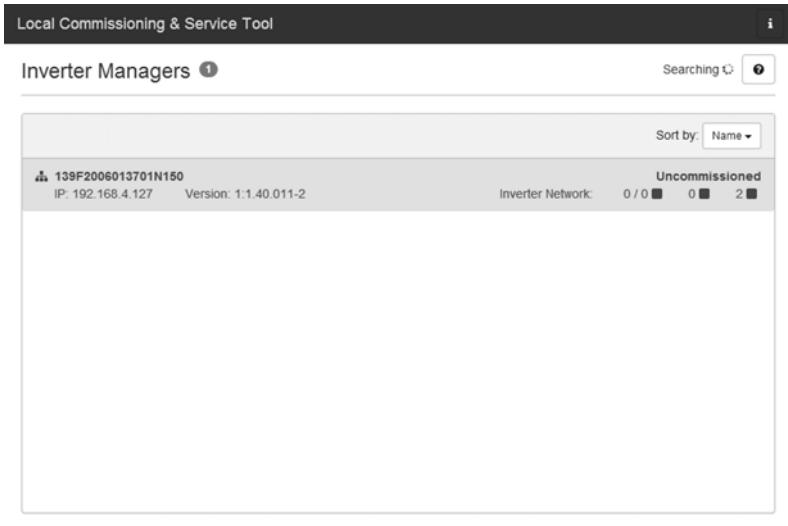

Abbildung 5.2 LCS-Tool - Startbildschirm
2. Der Bildschirm zeigt jetzt eine Liste aller Inverter Manager (siehe Abbildung 5.2). Zum Start des Assistenten klicken Sie den zu konfigurierenden Inverter Manager an. Durch Anklicken des Inverter Managers werden die vom Inverter Manager gefundenen Wechselrichter angezeigt. Nicht in Betrieb genommene Wechselrichter (kein zugewiesener Grid-Code) werden mit einem blauen Quadrat zusammen mit ihrer Software-Version aufgeführt.